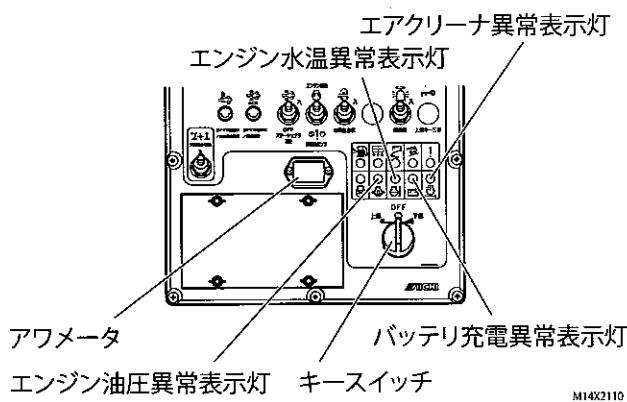

図 8-4
- 作業中に、図 8-4 の表示灯が点灯または点滅した場合は使用を中止し、必要に応じて点検してください。(各表示灯については、4章「各部の名称とはたらき」を参照してください)